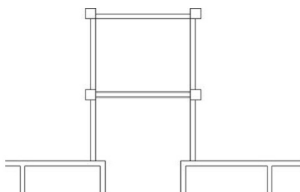
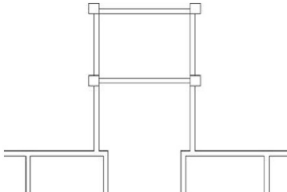

图 2.61 修整前的图形
图 2.62 修整后的图形
(1) 将【轴线】图层关闭, 同时将【柱子】图层解锁。
(2) 用【修剪】命令 (快捷键 TR), 将图 2.61 所示的图形修整至图 2.62 所示的状态。